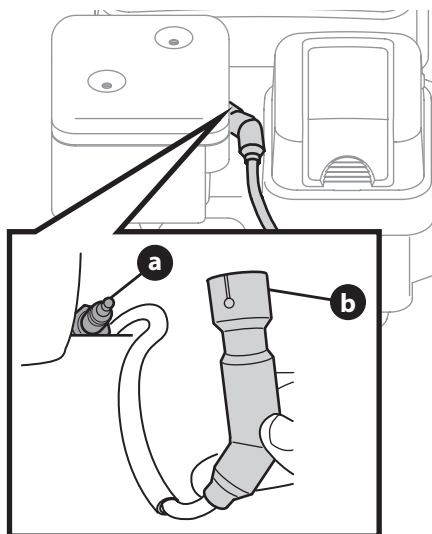

Figure 9
1. Débranchez le fil de la bougie (a) et mettez-le à bonne distance de la bougie (b). Voir Figure 9 pour l'emplacement de la bougie d'allumage.
1. Retirez le couvre-borne de la bougie d'allumage. (Figure 9).